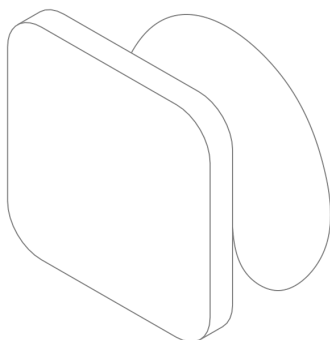

图 2-56 创建 3D 样条曲线
(4) 执行操作后, 即可创建 3D 样条曲线, 退出草图绘制环境, 效果如图 2-56 所示。